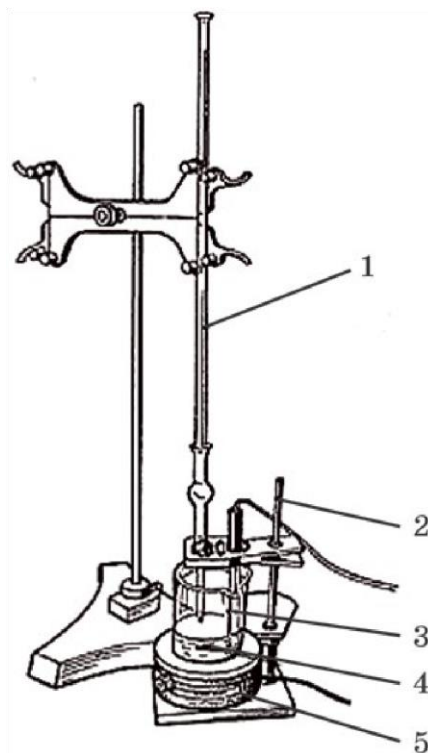

Рис. 9. Установка для кислотно-основного титрования:
- Осторожно опустите в стакан магнитный якорь . Поместите стакан на рабочую поверхность магнитной мешалки . Включите мешалку и осторожно, чтобы не разбить электрод, опустите его в стакан с раствором щелочи (рис. 9) .